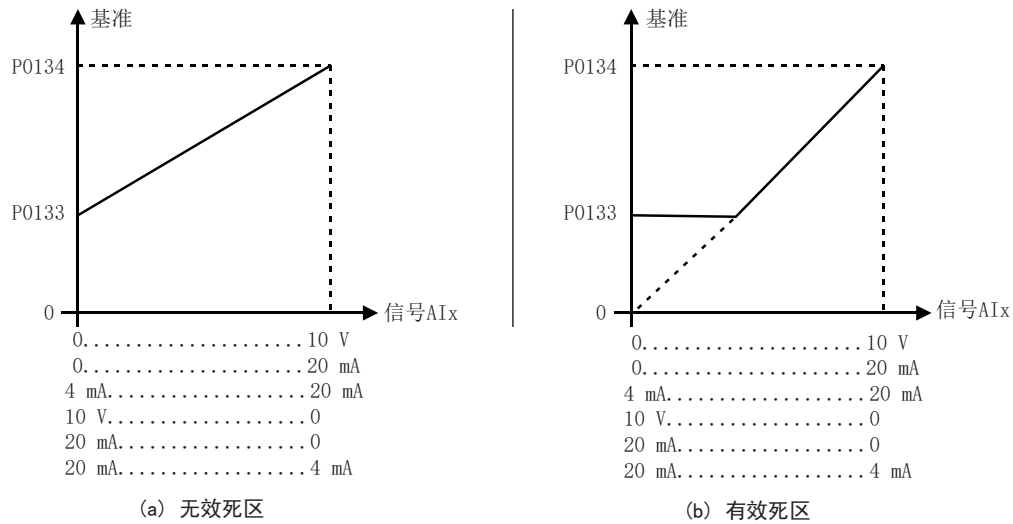

图15.1: (a) 和 (b) 使用未激活死区来驱动模拟输入
如果该参数配置为无效 (P0230 = 0), 则作为转速基准的模拟输入信号会从最小值 (0 V / 0 mA / 4mA或10 V / 20 mA) 开始, 并且会与P0133设定的最低转速直接相关联。通过 AI1 (1) 或 AI3 (2) 使用 PID 特殊功能 (P0203) 时, PID 设定点 (P0041) 值变为零, 而不是最小速度 (P0133)。请查看图15.1 (第15-2页)。
如果此参数配置为有效 (P0230 = 1), 模拟输入信号将出现一处死区, 死区内即使输入信号发生变化, 速度参考值仍保持在最小速度值 (P0133)。请查看图15.1 (第15-2页)。
如果模拟输入 AI3 设置为 -10 V 至 +10 V (P0243 = 4), 我们将得到与图15.1 (第15-2页) 类似的曲线 ; 只不过当AI3为负时, 旋转方向相反。